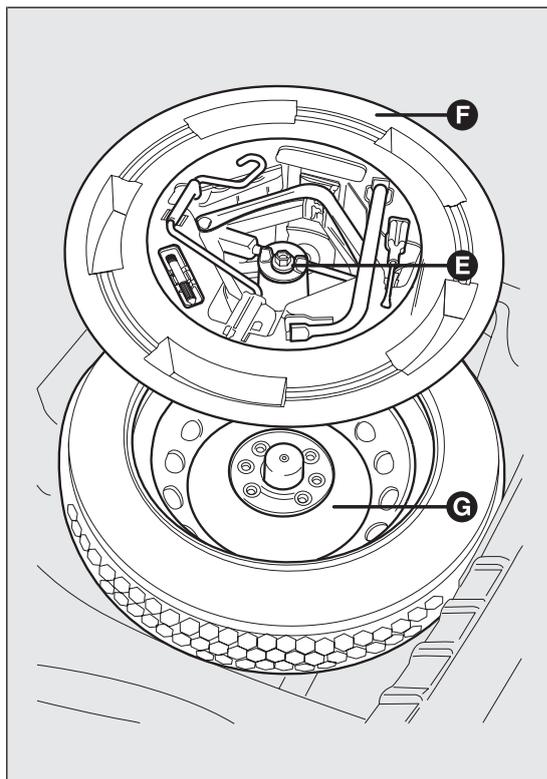

fig. 142
- ❑ quitar el dispositivo de fijación E fig. 142;
- ❑ por el contrario, en las versiones equipadas con rueda de repuesto se debe aflojar el dispositivo de fijación E fig. 142, retirar la caja de herramientas F, colocarla cerca de la rueda que se debe cambiar y luego retirar la rueda de repuesto G;